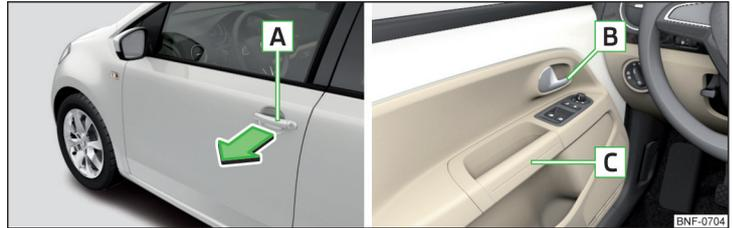

Fig. 32 Tirador/palanca de apertura de la puerta
► Para **abrir desde afuera**, desbloquear el vehículo y tirar en el tirador  en el sentido de la flecha » fig. 32.